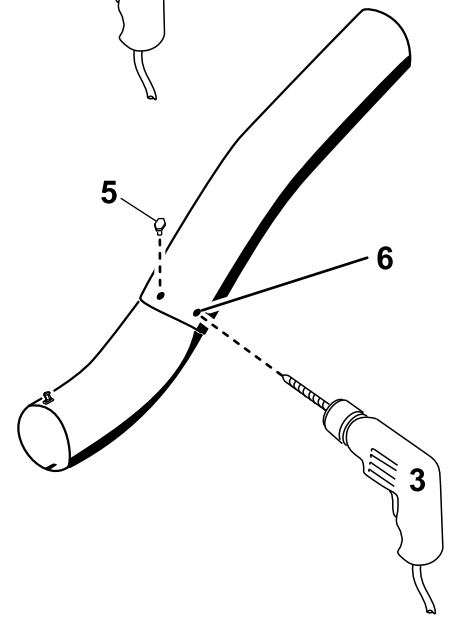

**Figura 30**
11. Retire un poco el tubo superior hasta que la junta sobresalga por encima del tubo inferior (Figura 30).
20. Retire un poco el tubo superior hasta que la junta sobresalga por encima del conjunto del soplador (Figura 30).